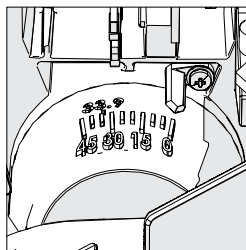

Fig. 23
- Inclinez la tête de coupe vers l'angle requis. Une échelle goniométrique est fournie pour aider à la configuration. (**Fig. 23**)